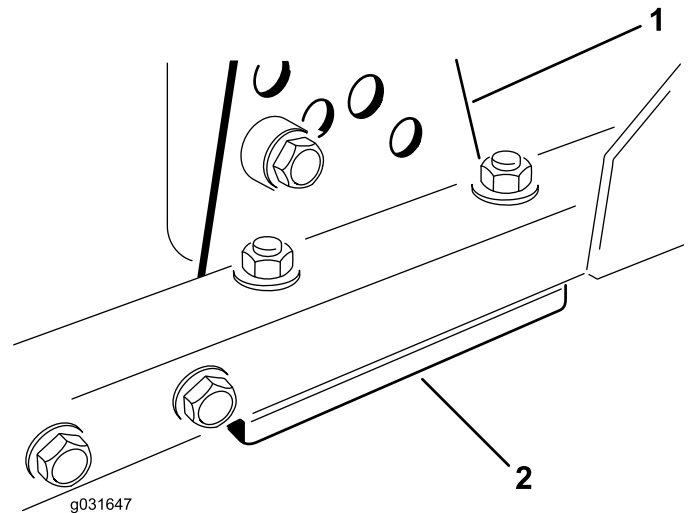

图 71
1. 从刀盘架上拆除除草高度支架前、左或右 图 71。
2. 在刀盘架与除草高度支架之间增、减 1.5mm 薄垫片和 / 或 0.7mm 薄垫片以达到所需的除草高度设置 图 71。
3. 安装除草高度支架到刀盘架剩余薄垫片集中放到除草高度支架的下方 图 71。